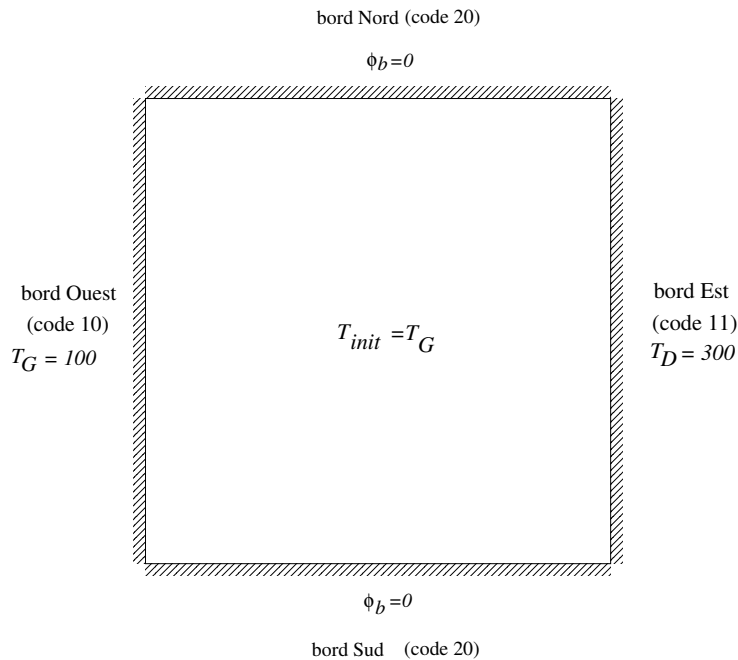

FIGURE 1 – Géométrie du cas test 1, donnée initiale et conditions aux limites.
**Cas test 1 : solution 1D dans un carré.** Téléchargez le fichier de maillage `cas_1d.mesh`. Ce fichier contient le maillage du carré  $[0, 1] \times [0, 1]$ , avec le code de conditions aux limites 10 pour le bord ouest, le code 11 pour le bord est, et un même code pour les conditions aux limites sur les bords sud et nord (code 20). Le but de cette partie est de résoudre le problème défini par des conditions de Dirichlet sur les bords ouest ( $T_b = T_G = 100$ ) et est ( $T_b = T_D = 300$ ), des conditions de Neumann homogènes sur les bords sud et nord ( $\phi_b = 0$ ), et la donnée initiale  $T_{init} = T_G$ , voir la figure 1. Les autres paramètres sont  $t_{max} = 1$ ,  $D = 1$ , et la cfl sera prise égale à 1.